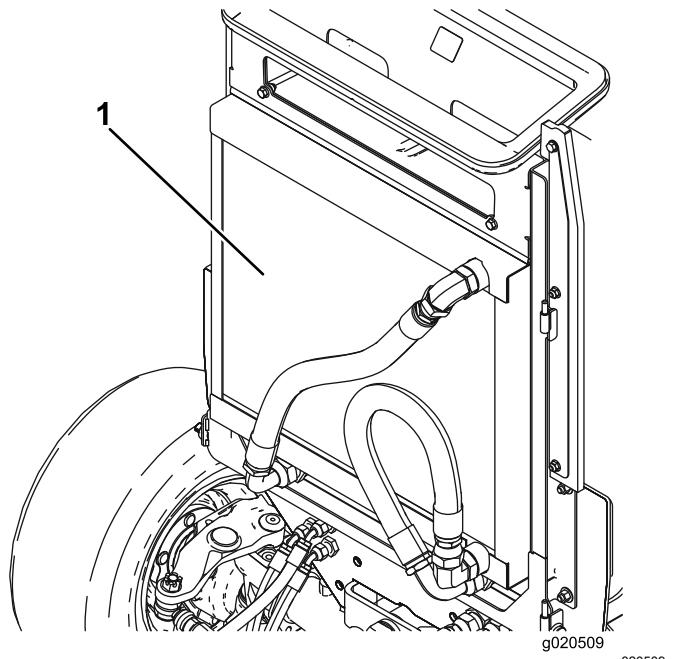

Figure 76
4. Nettoyez soigneusement les deux côtés du radiateur/refroidisseur d'huile (Figure 76) à l'air comprimé. Commencez par l'avant et soufflez les débris vers l'arrière. Nettoyez ensuite en soufflant de l'arrière vers l'avant. Répétez la procédure plusieurs fois jusqu'à ce qu'il ne reste plus aucun débris